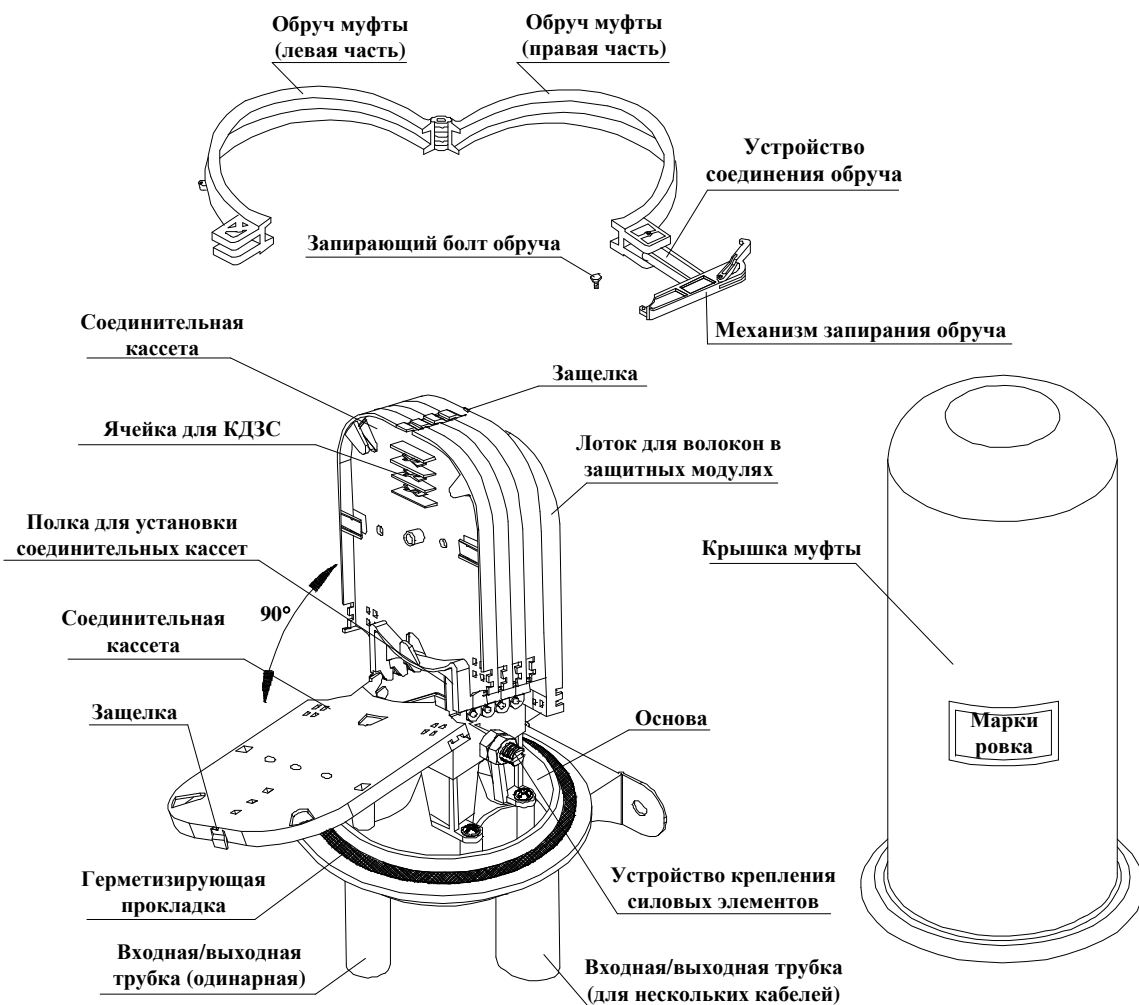

Рисунок 1
① Снимите болт, скрепляющий обруч и отожмите систему запирания, после чего снимите обруч с муфты.
② Снимите крышку муфты.
③ Снимите сплайс-пластины муфты.
④ Для жесткого крепления муфты применяется держатель. Фиксируем основание муфты в этом держателе и откройте овальный кабельный ввод, срезав с помощью ножовки наконечник ввода. Обработайте внутренний край открытого ввода наждачной полоской.
6.1.4 Смотрите рисунок 1.